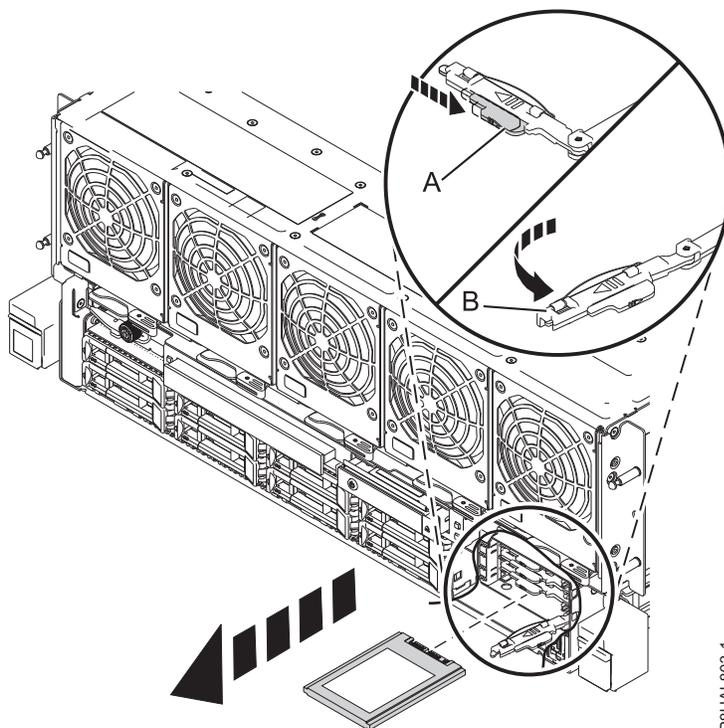

Figura 18. Remover uma unidade SSD de um sistema de 8408-44E ou 8408-E8E
9. Desbloqueie a pega da unidade (B) premindo o trinco da pega (A) na direcção apresentada e ao puxar a pega da unidade (B) para fora, conforme demonstrado em Figura 18. Se a pega não estiver completamente fora, a unidade de disco de segunda geração não poderá deslizar para fora do sistema.